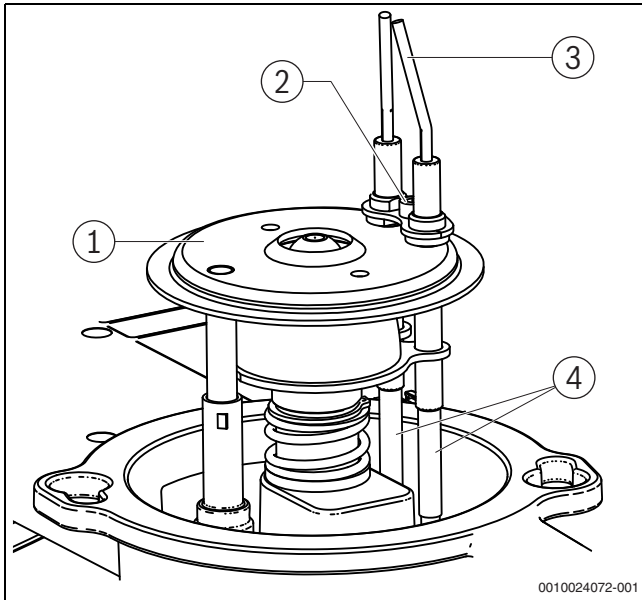

Bild 68 Mischsystem ausbauen
Die Zündelektroden (→ Bild 68, [1], Seite 42) müssen frei von Ablagerungen sein.
- ▶ Schraube (→ Bild 68, [2], Seite 42) zwischen den Zündelektroden [1] lösen.
- ▶ Zündleitungen (→ Bild 68, [5], Seite 42) von den Zündelektroden [1] abziehen.